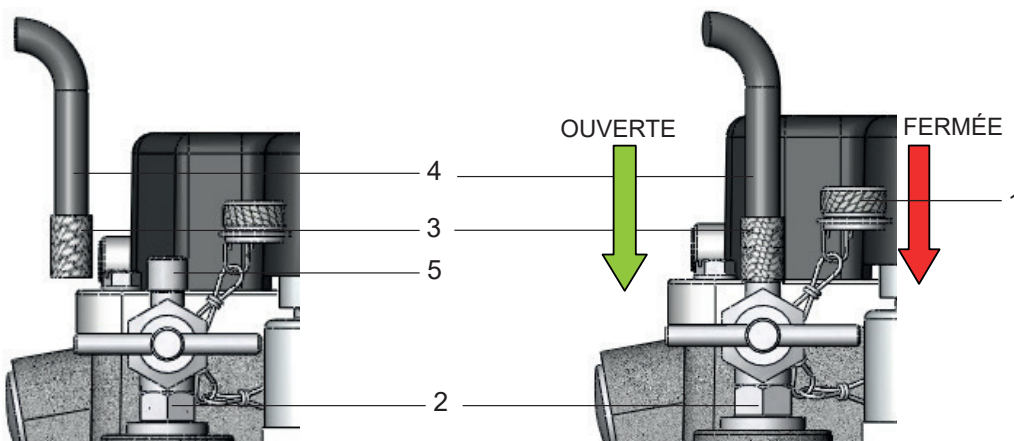

Figure 11 - Essai au moyen d'une pompe d'essai
- Dévisser le petit écrou borgne (Fig. 11/ n° 1) de la vanne de purge d'air (Fig. 11/ n° 2)
- Visser l'adaptateur (Fig. 11/ n° 3) du flexible de liaison de la pompe d'essai (Fig. 11/ n° 4) sur le raccord de la vanne (Fig. 11/ n° 5)
Procéder comme suit (voir figure 11):